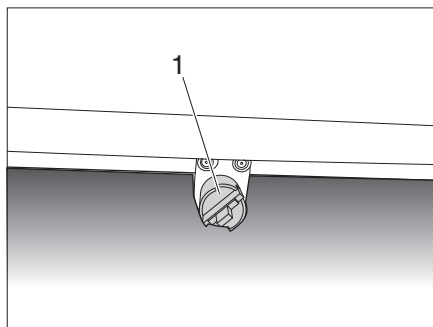
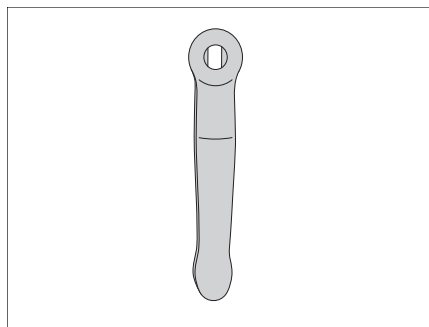
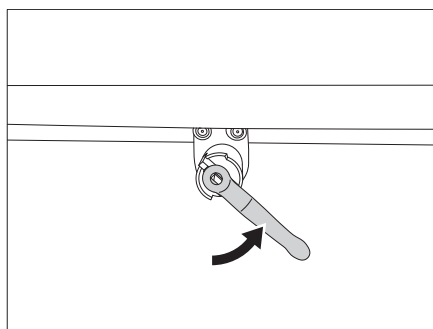

Figura 70 Desagüe del depósito de aguas residuales
Figura 71 Llave del depósito
Figura 72 Abrir el grifo para la eliminación de aguas residuales
- Insertar la llave del depósito (Figura 71) en el dispositivo de desagüe (Figura 70,1).
- Para abrir el grifo para la eliminación de aguas residuales, girar un cuarto de vuelta en sentido antihorario (Figura 72) la llave del depósito (Figura 71).
- Para cerrar el grifo para la eliminación de aguas residuales, girar la llave del depósito (Figura 71) en el sentido de las agujas del reloj de regreso hasta el tope.
- Asegurarse de que el orificio de drenaje en el interior del depósito de agua potable (Figura 68), el grifo para la eliminación de aguas residuales (Figura 70,1) y la válvula de seguridad de la caldera de agua caliente esté cerrada.